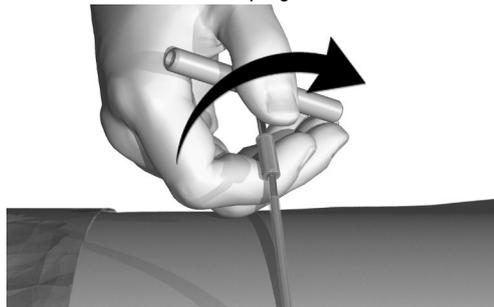

Figure 23. Retrait de la poignée de l'outil de tunnellation
7. Dévissez et retirez la poignée de l'outil de tunnellation (voir Figure 23).